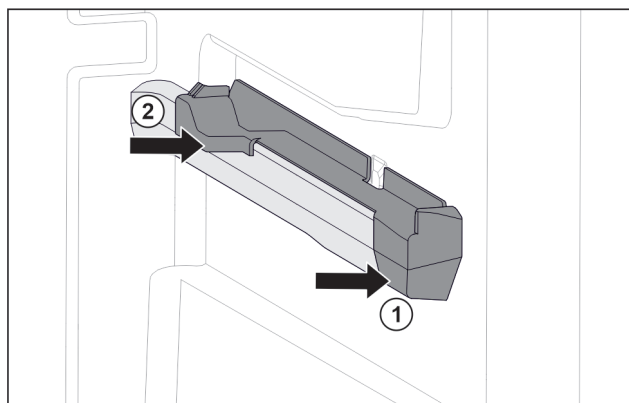

Fig. 74 Násuvný diel na pravom rebro nádoby
- Nasadte násuvný diel vpredu na rebro nádoby. Fig. 74 (1)
- Pritlačte násuvný diel vzadu. Fig. 74 (2)